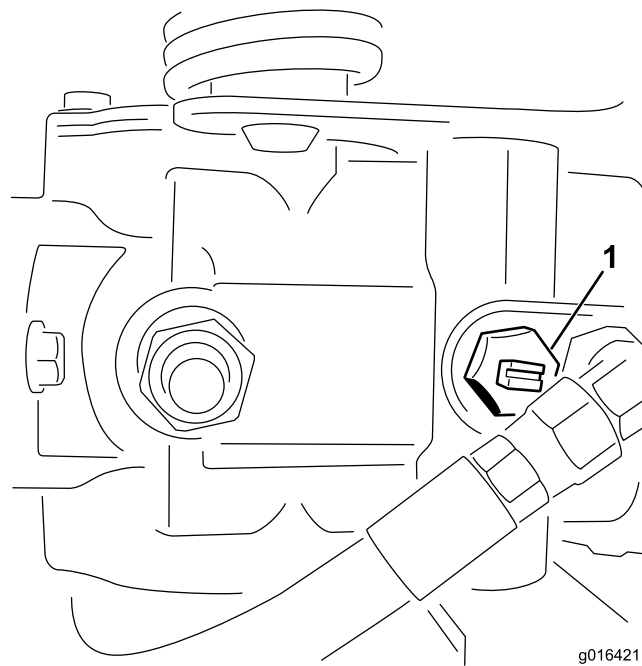

Bild 32
1. Ermitteln Sie das Sicherheitsventil an der Pumpe und drehen es so, dass der Schlitz vertikal ist (Bild 32).
2. Schließen Sie vor dem Starten des Motors das Sicherheitsventil. Drehen Sie den Schlitz des Ventils in die horizontale Stellung (Bild 32).